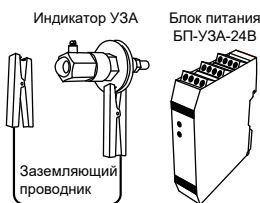

Рисунок 1.1 - Состав устройства
1.1.1 Комплектное устройство, состоящее из индикатора УЗА (далее - индикатор), заземляющего проводника и блока питания БП-УЗА-24В (далее - БП) (рисунок 1.1),